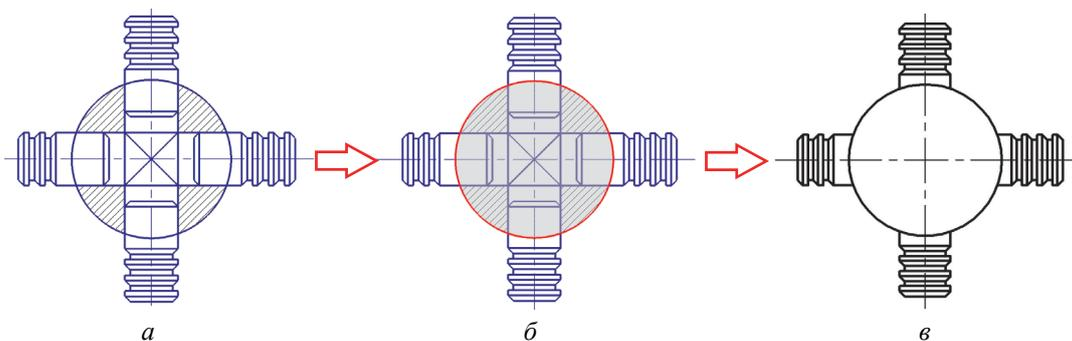

Рис. 2.17-1
Отредактировать сечение детали Крестовина, приведя его к виду, показанному на рис. 2.17-1, в.
3. В ответ на запрос системы *Укажите очищаемую область* выбрать любую точку внутри окружности так, чтобы область внутри окружности была выделена (серым) цветом (рис. 2.17-1, б), и нажать левую клавишу мыши.